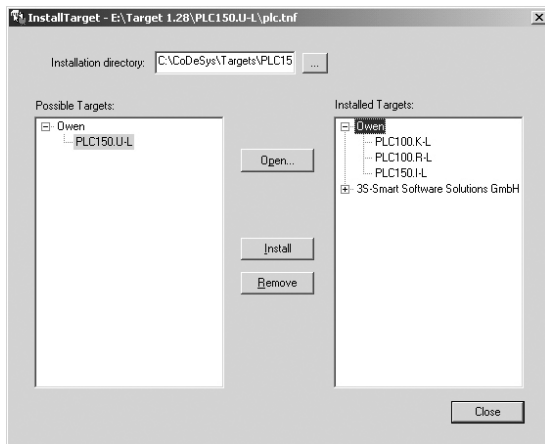

Рисунок 5.1 - Окно «InstallTarget» утилиты InstallTarget
1) В открывшемся при запуске утилиты **InstallTarget** окне (рисунок 5.1) – нажать кнопку Open и указать путь доступа к инсталлируемому Target-файлу (имеющему расширение *.tnf, Target Information File). Target-файлы контроллеров ОВЕН ПЛК154 находятся на компакт-диске, поставляемом с контроллером, в папке «Target» или могут быть скачаны с сайта **www.owen.ru**. При скачивании с сайта папку с Target-файлами надо разархивировать и сохранить на жестком диске ПК.